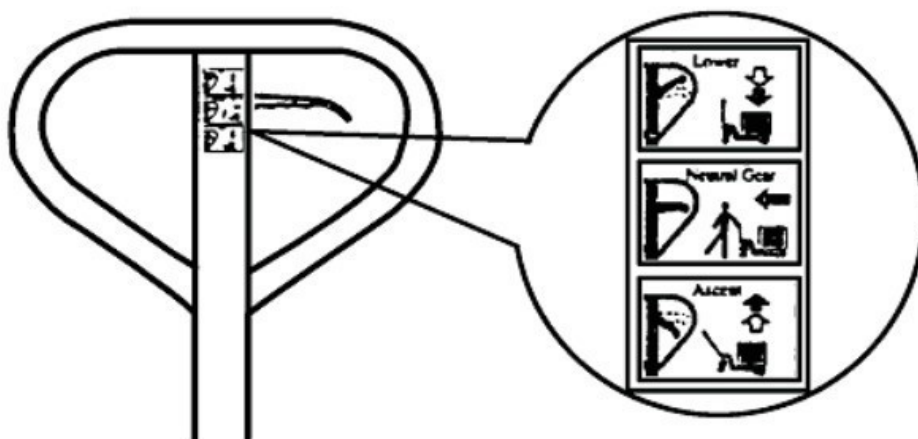

Рис.1
- Уделяйте внимание центру тяжести во избежание смещения и наклона (см.рисунок 1).